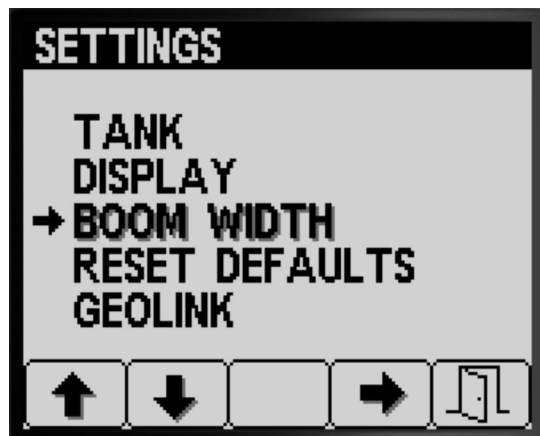

Figura 32
1. Pulse el botón 2 en la pantalla Ajustes hasta que llegue a la opción ANCHURA DE LOS BRAZOS (Figura 32).
2. Pulse el botón 4 para seleccionar la opción ANCHURA DE LOS BRAZOS (Figura 32).